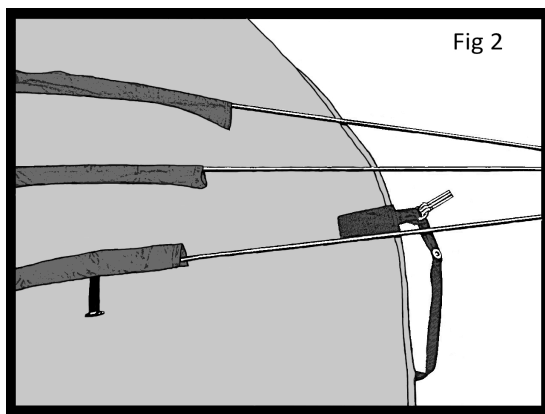

Fig 2
3. Insert the three long aluminium poles through the grey coloured pole sleeves on the Pod (Fig 2)
Setzen Sie die drei langen Aluminiumstangen durch die grauen farbigen Pol HülSEN auf der Hülse (Fig 2)
Insérez les trois poteaux en aluminium longues à travers les fourreaux de couleur grise sur le Pod (Fig 2)